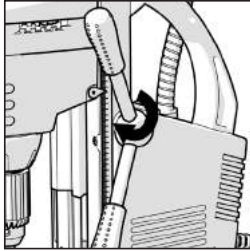

Abb. 1
- Befestigen Sie die drei Griffen in der Spindelnabe und achten Sie dabei darauf, dass sie sicher befestigt sind. (Abb. 1)